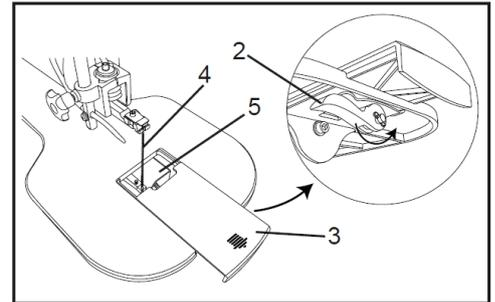
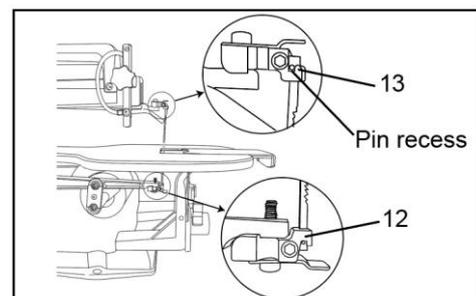

Fig. 2
Fig. 5
L'utilisation de toute rallonge entraînera une perte de puissance. Si vous n'avez pas le choix, utilisez le tableau de la Fig.2 pour déterminer le calibre de fil minimal (A.W.G-American Wire Gauge) nécessaire pour la rallonge. Utilisez uniquement des rallonges à 3 fils qui ont des fiches à 3 broches avec mise à la terre et des prises à 3 trous qui acceptent la fiche de l'outil. Pour les circuits plus éloignés du boîtier de circuit électrique, la taille des fils doit être augmentée proportionnellement afin de fournir une tension suffisante au moteur. Reportez-vous à la Fig.2 pour la longueur et la taille du fil.
4. Desserrez le levier de verrouillage de l'insert de table (2) et retirez l'insert de table à dégagement rapide (3)(Fig. 2).
4. Installez la lame (4) à travers le trou d'accès (5) dans la table avec les dents pointant vers le bas. (Fig. 2)
2. Desserrez le levier de verrouillage de l'insert de table (2) et retirez l'insert de table à dégagement rapide (3). (Fig. 2)
3. Installez la lame en insérant une extrémité de celle-ci à travers trou (5-Fig. 2) dans la table. Accrochez la goupille de lame inférieure dans l'évidement de goupille du porte-lame inférieur (12) puis la goupille de lame supérieure du porte-lame (13). (Fig. 5)
4. Vérifiez que les goupilles sont correctement placées dans le renforcement des goupilles des porte-lames supérieur (13) et inférieur (12) (Fig.5).